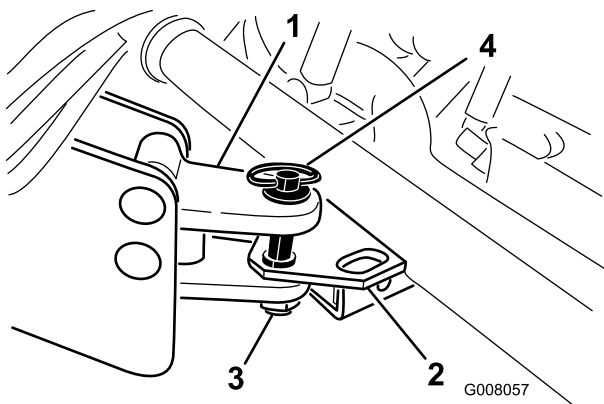

Figura 18
2. Regolate il timone di traino del processore allo stesso livello del gancio del veicolo (Figura 18). Il telaio del processore core deve essere parallelo al suolo quando si trova sul rullo posteriore.
3. Collegate l'attacco del processore all'attacco del veicolo con un perno di traino e un acciarino (Figura 18).